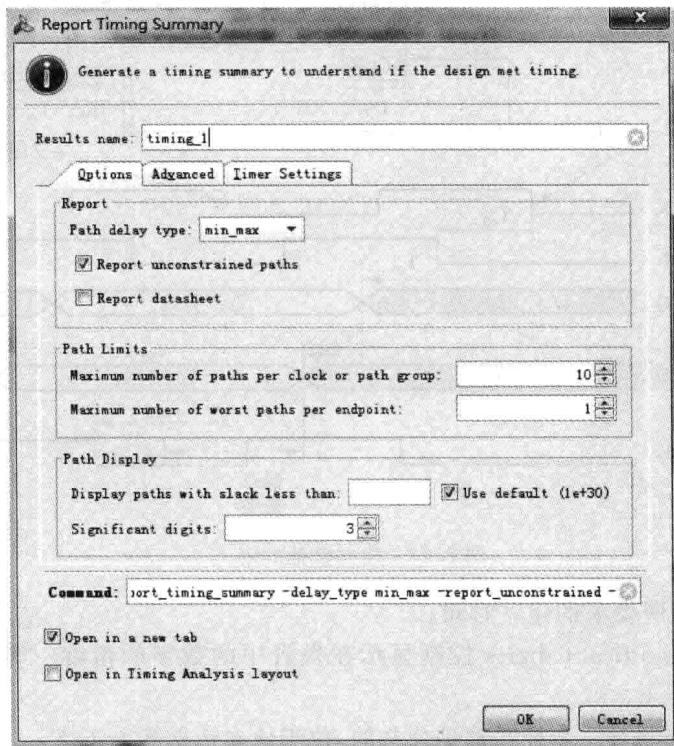

图 8.26 时序报告-Options 标签
(1) 在 Vivado 主界面左侧的 Flow Navigator 窗口下,找到并展开 Implementation。在展开项中,找到并展开 Implemented Design。在展开项中,选择并单击 Report Timing Summary。
(2) 如图 8.26 所示,出现 Reoprt Timing Summary 对话框界面。在 Options 标签窗口下,可修改的路径包括:
① Path delay type: 设置运行分析的类型。对于综合后设计,默认只执行最大延迟分析(建立/恢复);对于实现后的设计,默认可以执行最小和最大延迟分析(建立/保持,恢复/去除)。如果只运行最小延迟分析(保持/去除),选择延迟类型 min。
② Report unconstrained paths: 针对没有时序要求的路径生成信息。默认地,在 Vivado 集成开发环境选中这个命令,在 Tcl 命令中,关闭该命令。等效的 Tcl 选项: